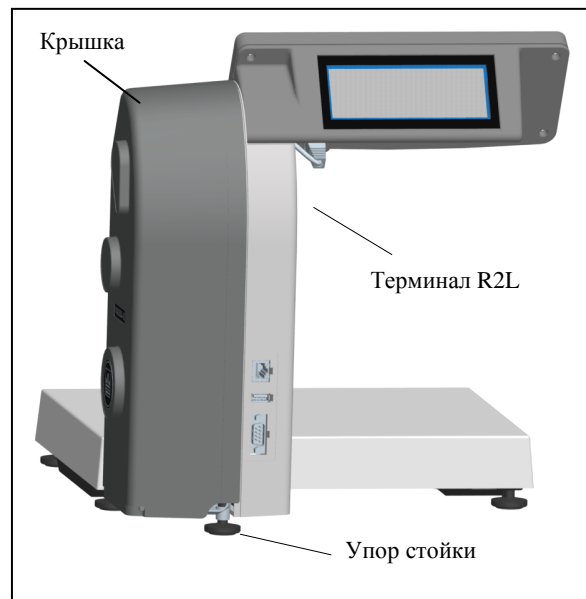

Рис. 3.3 - Весы МК_RL10-1,
3.7 Ввернуть в основание модуля регулировочные опоры так, чтобы упор стойки (см. Рис. 3.3), служащий для повышения устойчивости весов, касался поверхности стола.